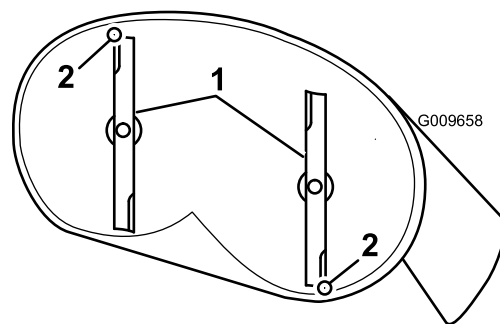
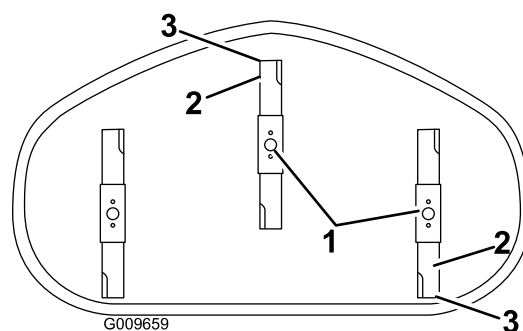

Figura 67
Figura 68
4. Rode cuidadosamente as lâminas para que estejam da frente para trás (Figura 67 e Figura 68).
5. Meça da ponta da lâmina da frente até à superfície plana e da ponta da lâmina de trás até à superfície plana (Figura 67 e Figura 68).
9. Após o ajuste, verifique inclinação entre frente e a traseira, continue a ajustar a porca até que a ponta da lâmina frontal esteja 1,6 a 7,9 mm mais baixa que a ponta da lâmina traseira (Figura 67 e Figura 68).